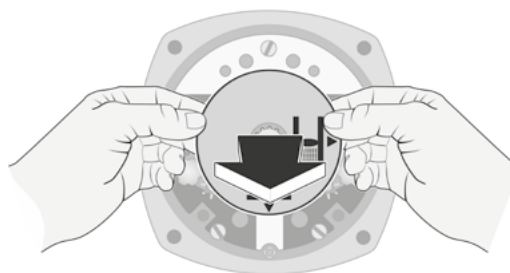

Fig. 2: Aftrækning af stillingsmarkøren
2. Træk stillingsmarkøren af med begge hænder (fig. 2).